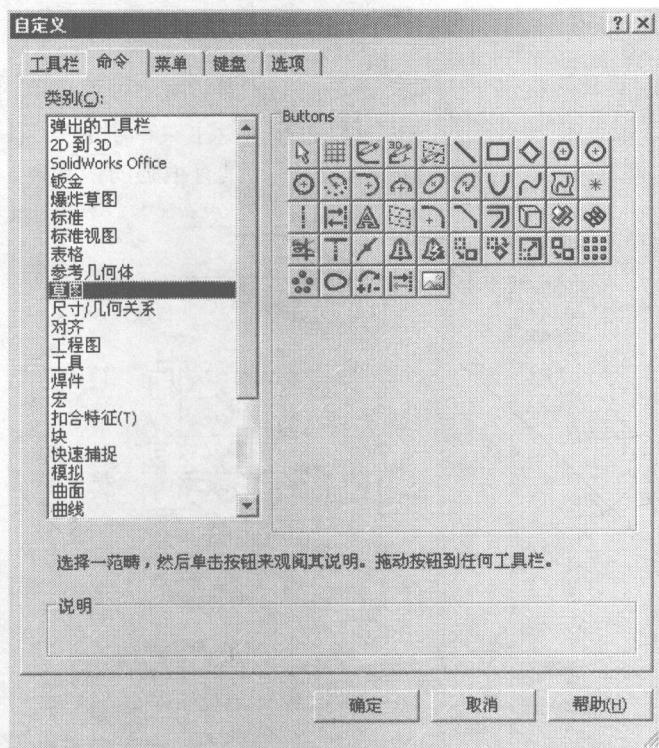

图 1-5 改变工具栏的命令图标
- (1) 右击工具栏的空白处，系统弹出快捷菜单。
- (2) 在菜单中单击“自定义”命令，系统弹出“自定义”对话框，单击“命令”选项卡，如图 1-5 所示。
- (3) 这里，假定要增加的图标是“草图绘制”工具栏中的“椭圆”工具。首先在“类别”列表框中找到“草图”选项，然后在“按钮”选项栏中选取“椭圆”图标，将此图标拖到图形区域中的“草图绘制”工具栏中即可。如果想删除工具栏中的命令图标，只需在如图 1-5 所示的状态下，进行步骤(3)的逆向操作就可以完成减除操作。